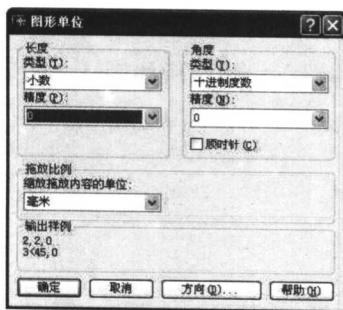

图 1-13 设置图形单位
(1) 用“DDUNITS”命令，或选择【格式】下拉菜单下的【图形单位...】命令，打开“图形单位”对话框，把它设置成如图 1-13 所示。